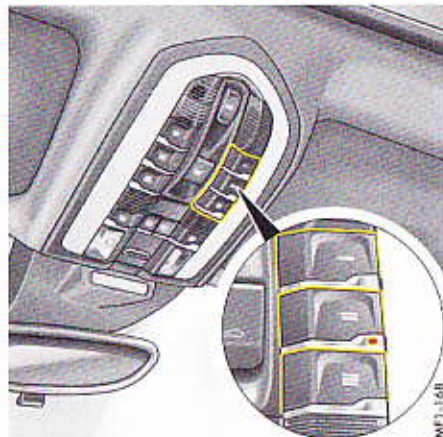

Fig. 262 : Touches du système HomeLink®
- ▶ Maintenez enfoncée la touche HomeLink® correspondante de l'unité de commande du toit. Le voyant de contrôle de la touche  est allumé pendant la transmission du signal (Fig. 262).